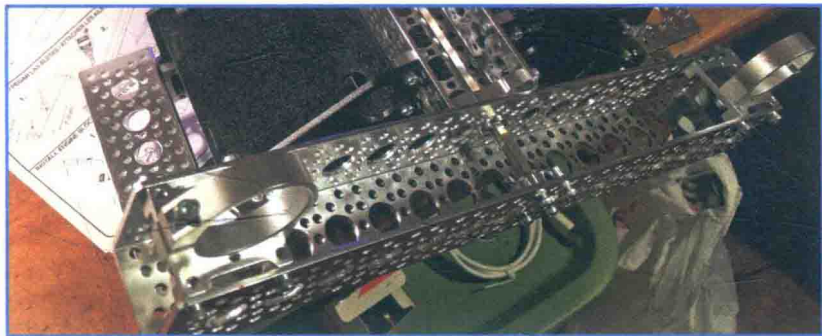

图 13.15 将 12 英寸凹槽连接到底盘
6. 连接 12 英寸凹槽并将其固定在 ABS 底盘上安装的 6 英寸凹槽中的方形轮毂支架上。在 12 英寸凹槽上传动轴穿过的地方使用垫片和轴承。在图 13.15 中可以看到外观。这根凹槽应该可以转动，做得很棒！它将帮助漫游车穿越恶劣地形。